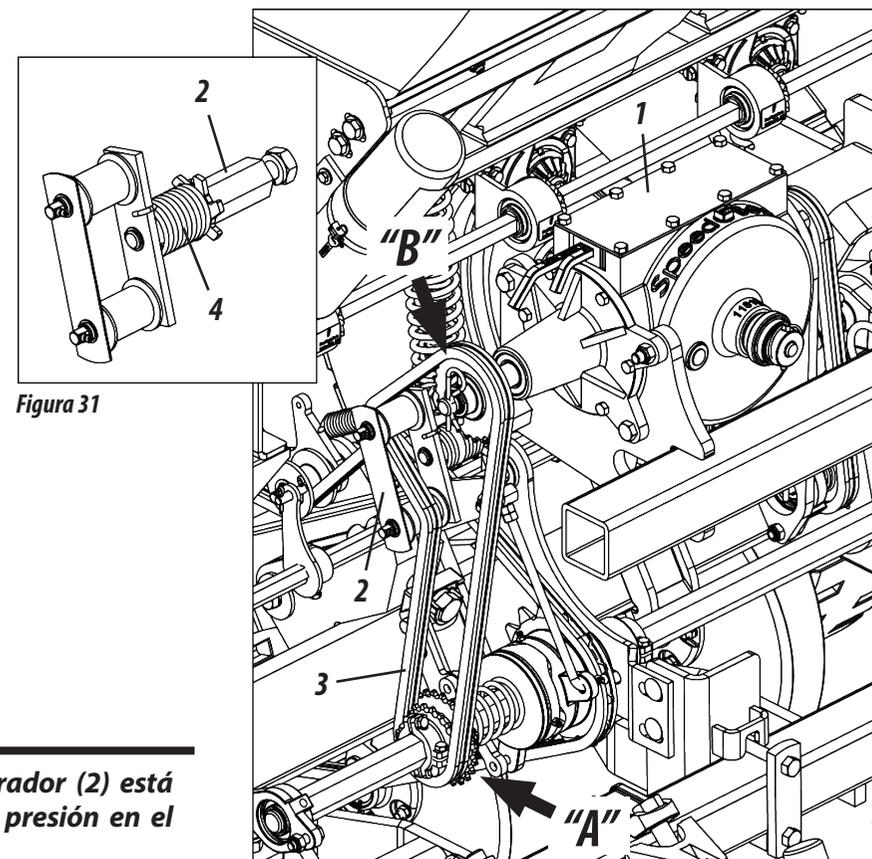

Figura 31
REGULADO PARA DISTRIBUCIÓN DE SEMILLAS (FIGURA 31)
El regulado de la semilla es hecho a través de la *Speed Box* (1). Para obtener más regulados efectúe la inversión de la cadena en el engranaje motor "A" y movido "B", conforme muestra la figura 31. Para hacer la inversión de la cadena en el engranaje, proceda de la siguiente forma:
- 1- Primero, gire el estirador (2), retirando la tensión de la corriente (3).
- 2- Después haga la inversión de la corriente (3) conforme la necesidad de trabajo.
- 3- Luego, suelte el estirador (2) liberando el mismo, retornando la tensión en la cadena (3).